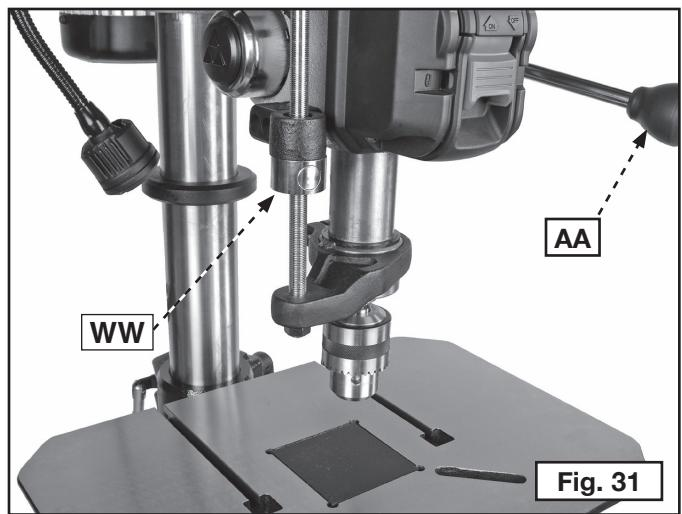

Fig. 31
Élevez ou abaissez la broche à l'aide des manettes de pignon (AA), fig. 31. Vous pouvez verrouiller le fourreau à tout point sur son chemin en positionnant l'écrou de blocage (WW) contre la butée. Pour positionner l'écrou, appuyez sur le bouton et faites-le glisser le long de la tige taraudée.